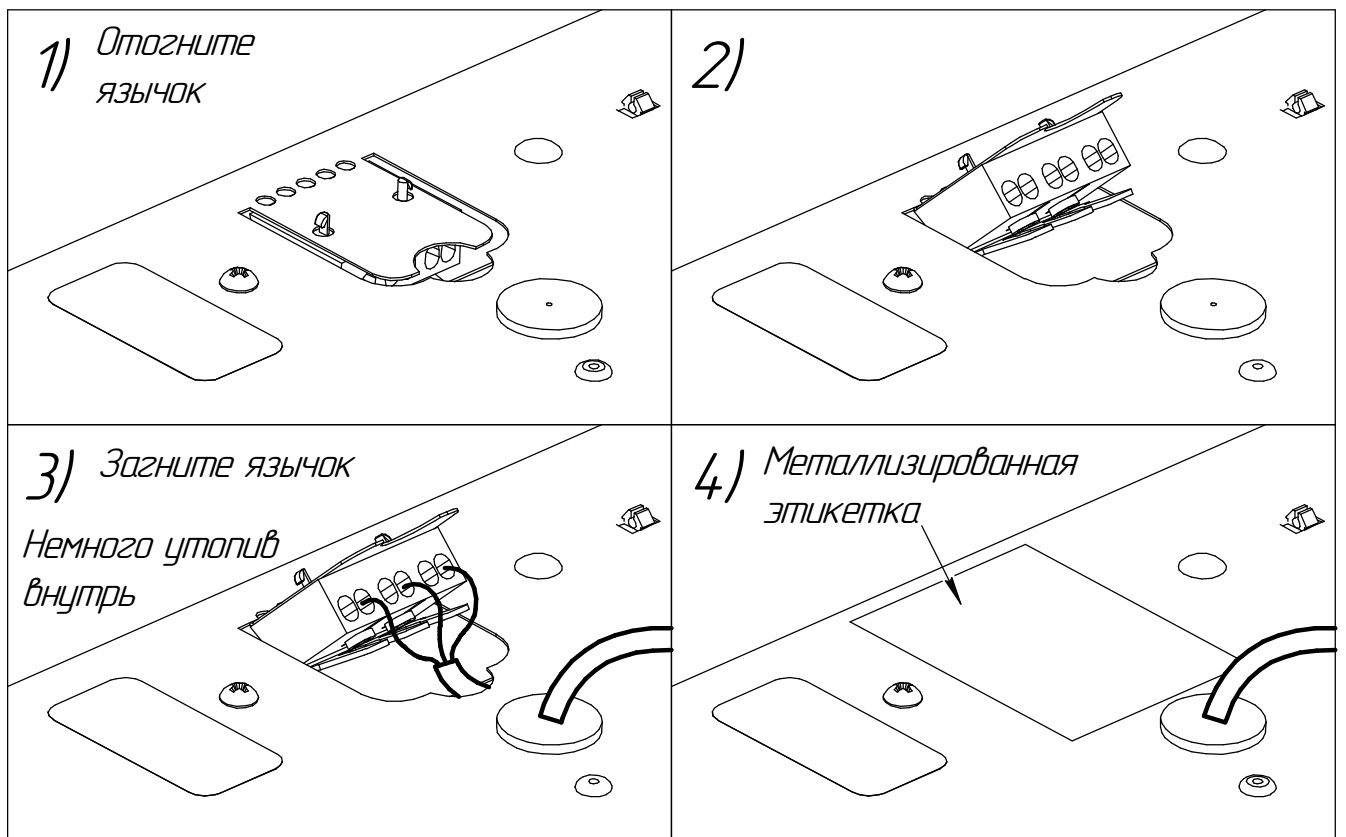

Рисунок 5 - Схема подключения светильников
3) Загните язычок, немного утопив его внутрь, и заклейте язычок металлизированной наклейкой, входящей в комплект поставки (см. рисунок 5).
- 5) Загните язычок, немного утопив его внутрь, и заклейте язычок металлизированной наклейкой, входящей в комплект поставки (см. рисунок 5).